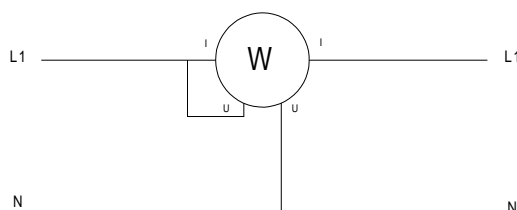
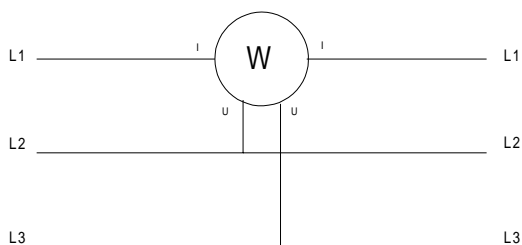

Fig 4.4.1 Esquema de conexión en monofásico
Fig 4.4.2 Esquema de conexión en Trifásico 3 Cables Equilibrados (únicamente PX 120)
Aplicar el esquema de conexión de la Fig.4.4.1 (monofásico) o Fig.4.4.2 (Trifásico equilibrado, T3FE únicamente PX 120), según el caso, asegurándose si es posible que los valores medidos no superan los límites máximos admisibles (véase tabla siguiente).
3. Aplicar el esquema de conexión de la Fig.4.4.1 (monofásico) o Fig.4.4.2 (Trifásico equilibrado, T3FE únicamente PX 120), según el caso, asegurándose si es posible que los valores medidos no superan los límites máximos admisibles (véase la siguiente tabla).
3. Aplicar el esquema de conexión de la Fig.4.4.1 (monofásico) o Fig.4.4.2 (Trifásico equilibrado, T3FE únicamente PX 120), según el caso, asegurándose si es posible que los valores medidos no superan los límites máximos admisibles (véase tabla siguiente).
3. Aplicar el esquema de conexión de la Fig.4.4.1 o Fig.4.4.2 (T3FE únicamente PX 120), según el caso, asegurándose si es posible que los valores medidos no superan los límites máximos admisibles (véase tabla siguiente). El cambio de escala es automático.